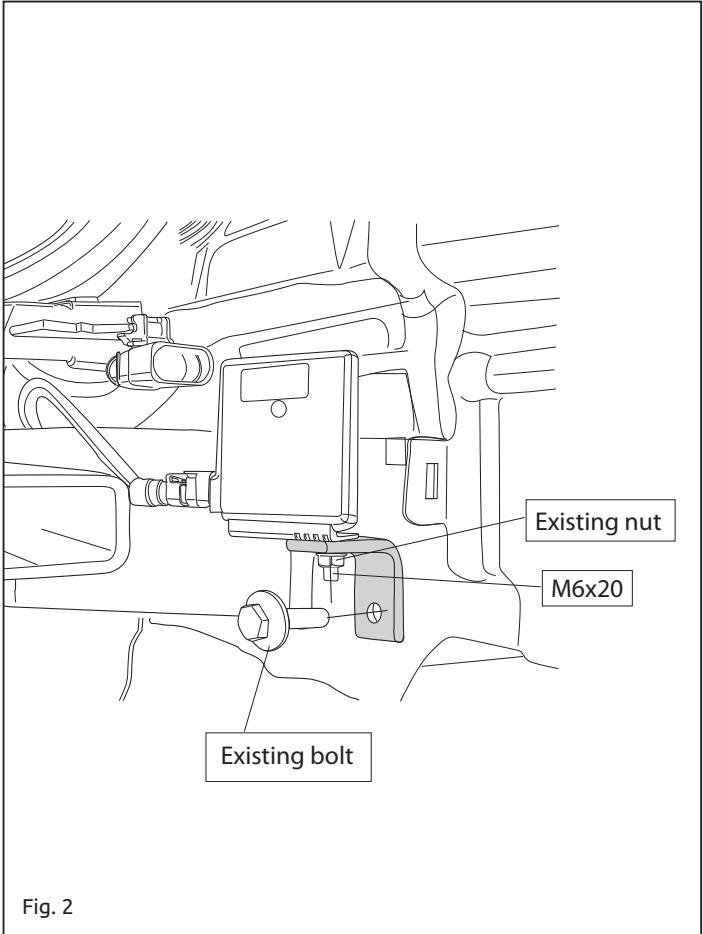

Fig. 2
6. Закрепите антенну на опоре G. См. рисунок 2.